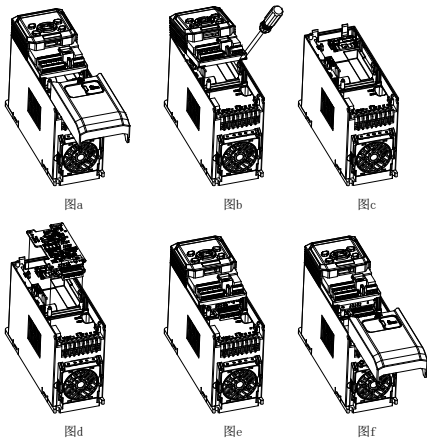

图2-3 位置1 PG卡安装步骤图
(1) 变频器非上电状态下，按压下盖板中上部颗粒状处，用力向下滑动，取下变频器下盖板，如图2-3 a所示。
(2) 用小一字螺丝刀向外撬开变频器控制盒下部与变频器连接的两个卡勾，向上取下控制盒，如图2-3 b与图2-3 c所示。
(3) 安装PG卡：先将PG卡的端子面朝下，接着将PG卡上的三个圆孔对准定位柱后下压，让四个卡勾卡住PG卡，如图2-3 d所示。
(4) 完成组装，先把控制盒按图示方向扣入卡勾，再往下按压控制盒，使得其下端卡入卡勾，最后安装下盖板，用力滑入并卡住，如图2-3 e与f所示。